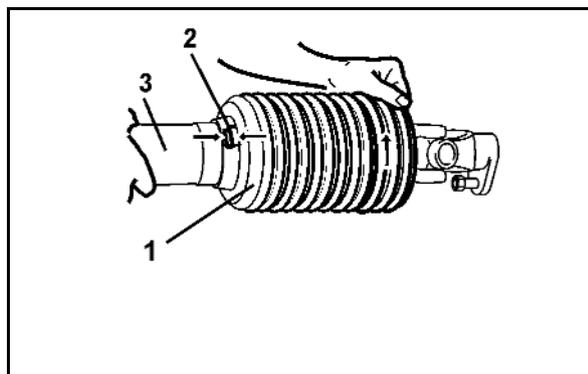

図 50
2. 保護カバーのロックねじ (図 50/1) を回して外します。